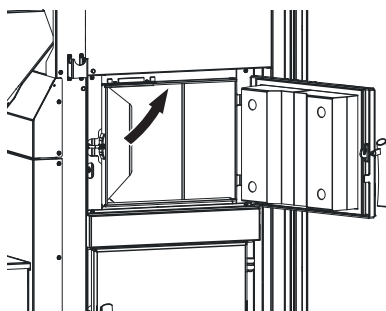
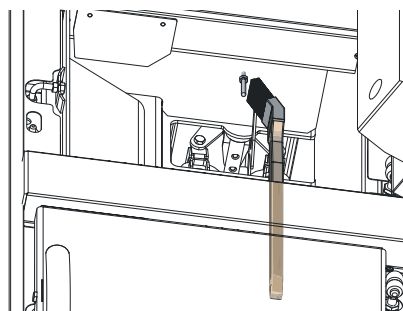

Fig. 38 Nettoyage de la sonde Thermocontrol
Fig. 39 Nettoyage de la sonde Thermocontrol
- Au besoin, éliminer la suie de la sonde Thermocontrol à l'aide d'un pinceau de nettoyage. La sonde Thermocontrol se trouve dans la chambre de combustion – Fig. 38, Fig. 39.